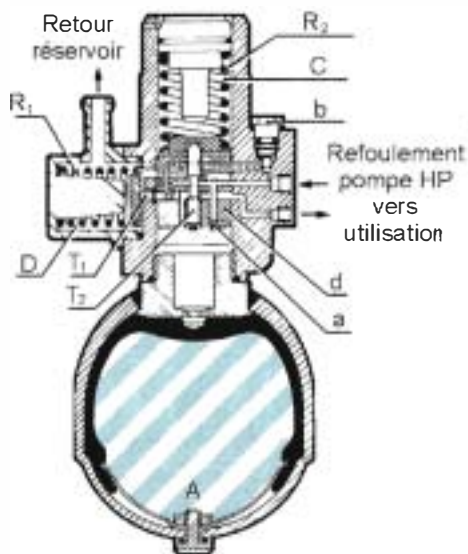

Figure 15.19 • Position purge (document Citroën).
• **Position purge** (figure 15.19). La vis de purge (b) est ouverte. Le moteur en marche, le liquide pénètre dans le conjoncteur-disjoncteur, soulève la bille libérée par l'ouverture de la vis de purge et, après passage dans la chambre D, retourne au réservoir.